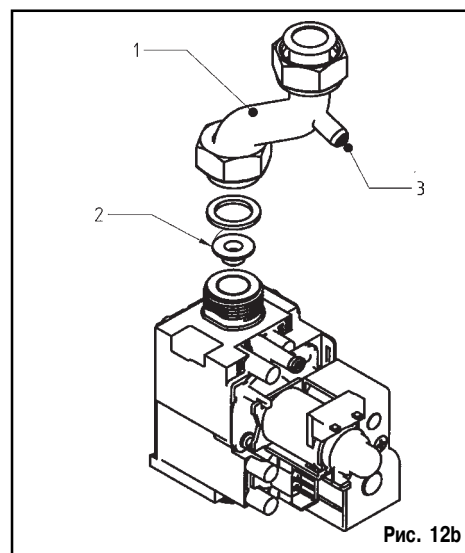

Рис. 12b
- снять трубку подачи газа (поз.1, рис. 12b);